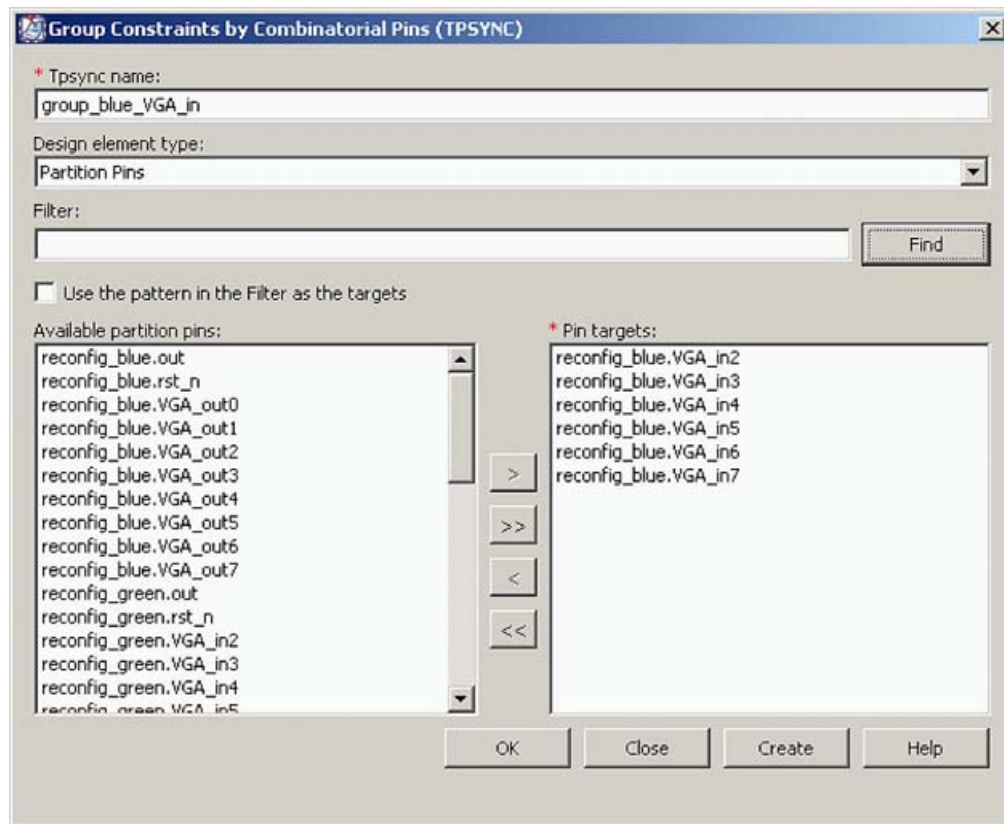

図 3-5 : Constraints Editor でのパーティション ピン グループの作成
**Constraints Editor** の **[Constraint Type]** リストに **[Group Constraints]** があります。**[By Combinatorial Pins]** をダブルクリックし、パーティション ピンに基づいて制約を作成します。開いたダイアログ ボックスの **[Design element type]** フィールドで **[Partition Pins]** を選択すると、デザイン内のパーティション ピン インスタンスを簡単に見つけることができます。ここで作成したグループを使用して、タイミング仕様を定義してください。図 3-5 は、**[Group Constraints by Combinatorial Pins]** ダイアログ ボックスを示しています。